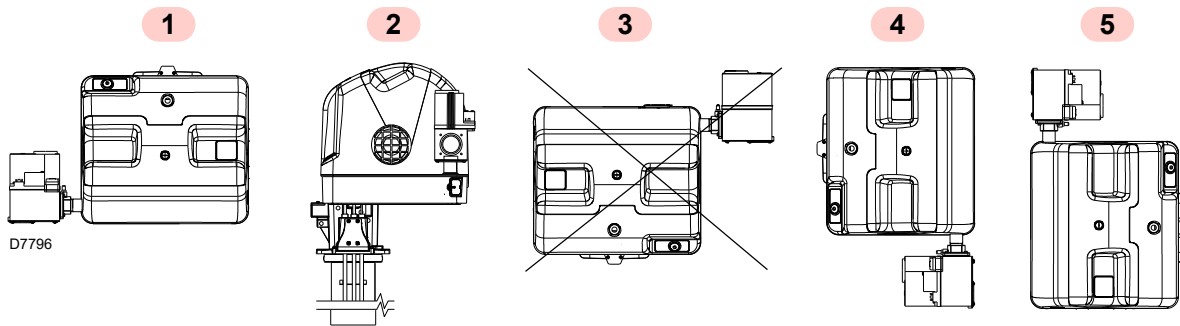

Abb. 11
- Der Brenner kann ausschließlich in den Stellungen **1, 2, 4** und **5** betrieben werden (Abb. 11).
- Alle Positionen erfordern die Installation des Gasventils mit nach oben oder waagrecht ausgerichteten Spulen (Abb. 11).